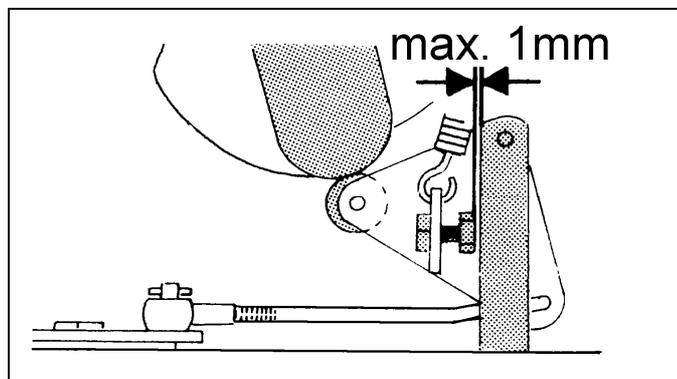

Рис.37
Чтобы избежать слишком большого переворачивания задвижек верёвки (1) и преступления так называемой мёртвой точки применено закрепительный винт (4) на сегменте управляющего вала. Расстояние между закрепительным винтом (4) и упором, в тот момент, когда управляющий ролик (5) находится в наивысшей точке дорожки качения кулачка ведущего диска узловязателя, должно быть максимально 1 мм (рис. 37).